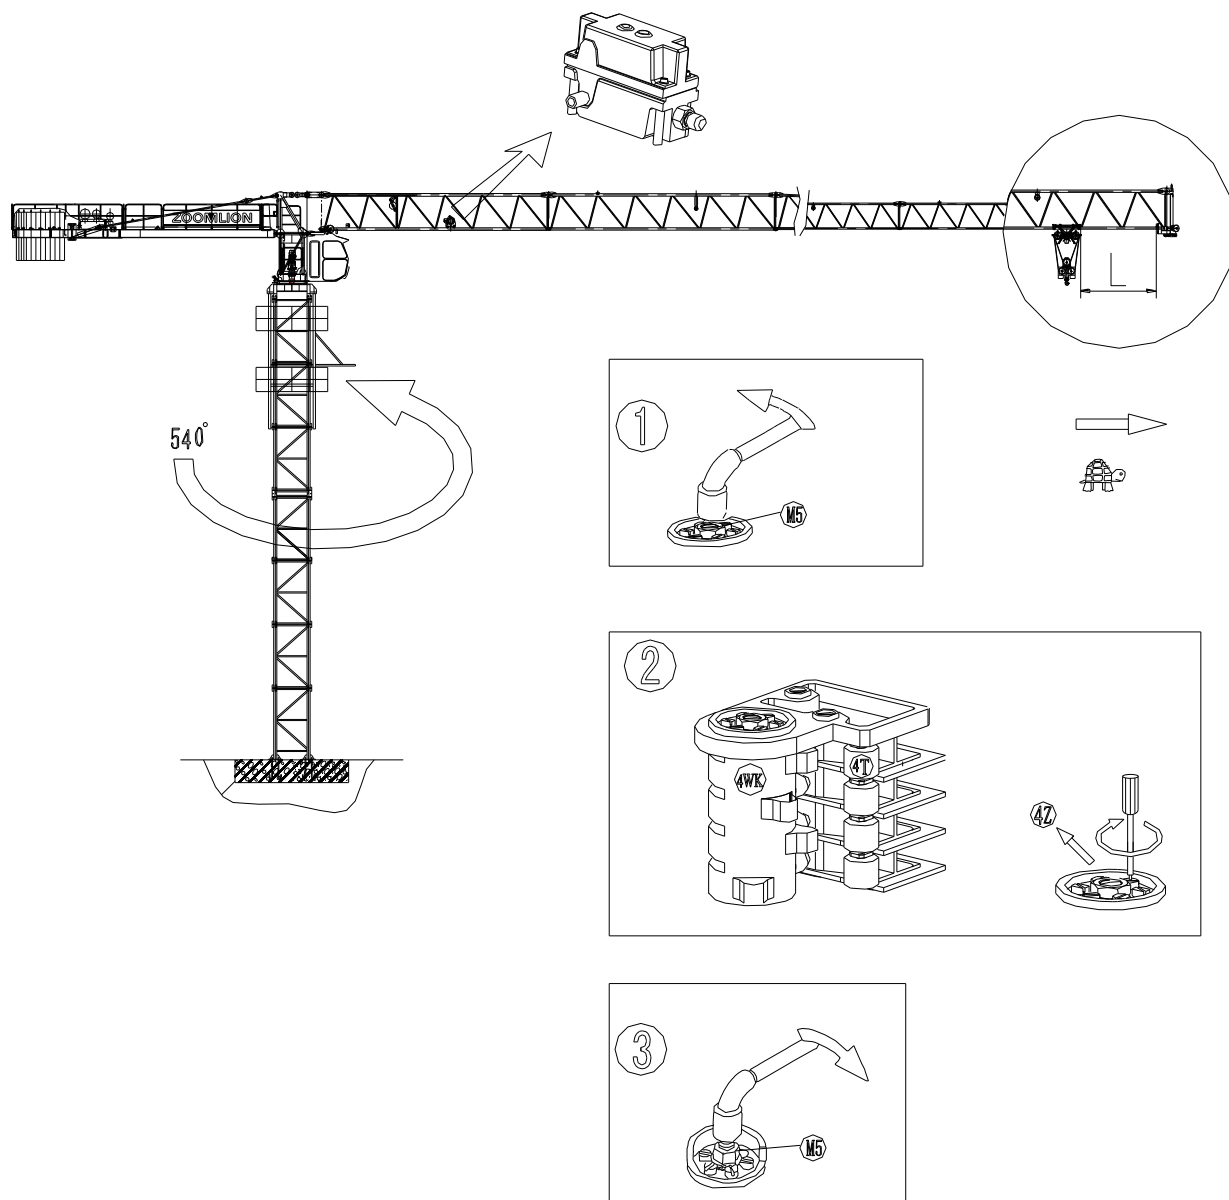

图 7.2-22 回转左限位
- (1) 在电缆处于自由状态时调整回转限位器；
- (2) 向左回转 540° (1.5 圈)，调动调整轴(4Z)使长凸轮(4T)动作至使微动开关(4WK)瞬时换接，然后拧紧 M5 螺母，如图 7.2-22 所示：